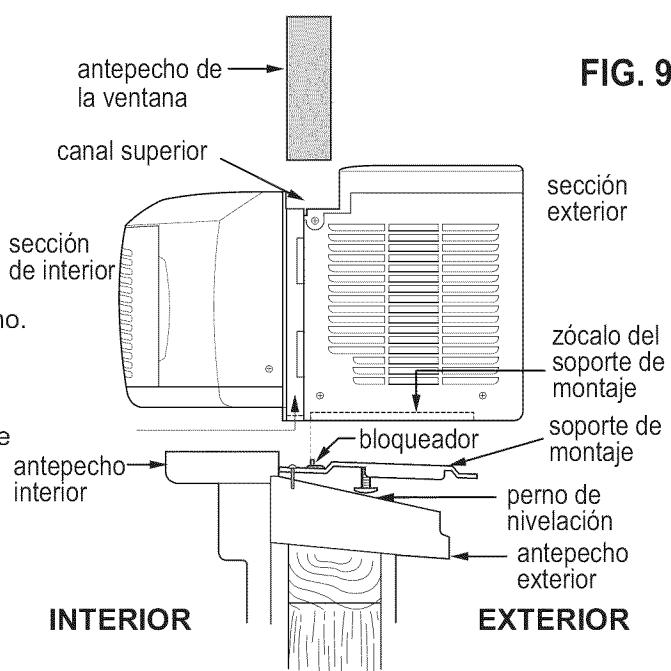

FIG. 9
- \* Asegúrese de que el soporte de montaje está insertado en el zócalo debajo del ventilador y que la guía de los paneles laterales esta bloqueada por el bloqueo en el soporte de montaje como se muestra en la FIG.9.